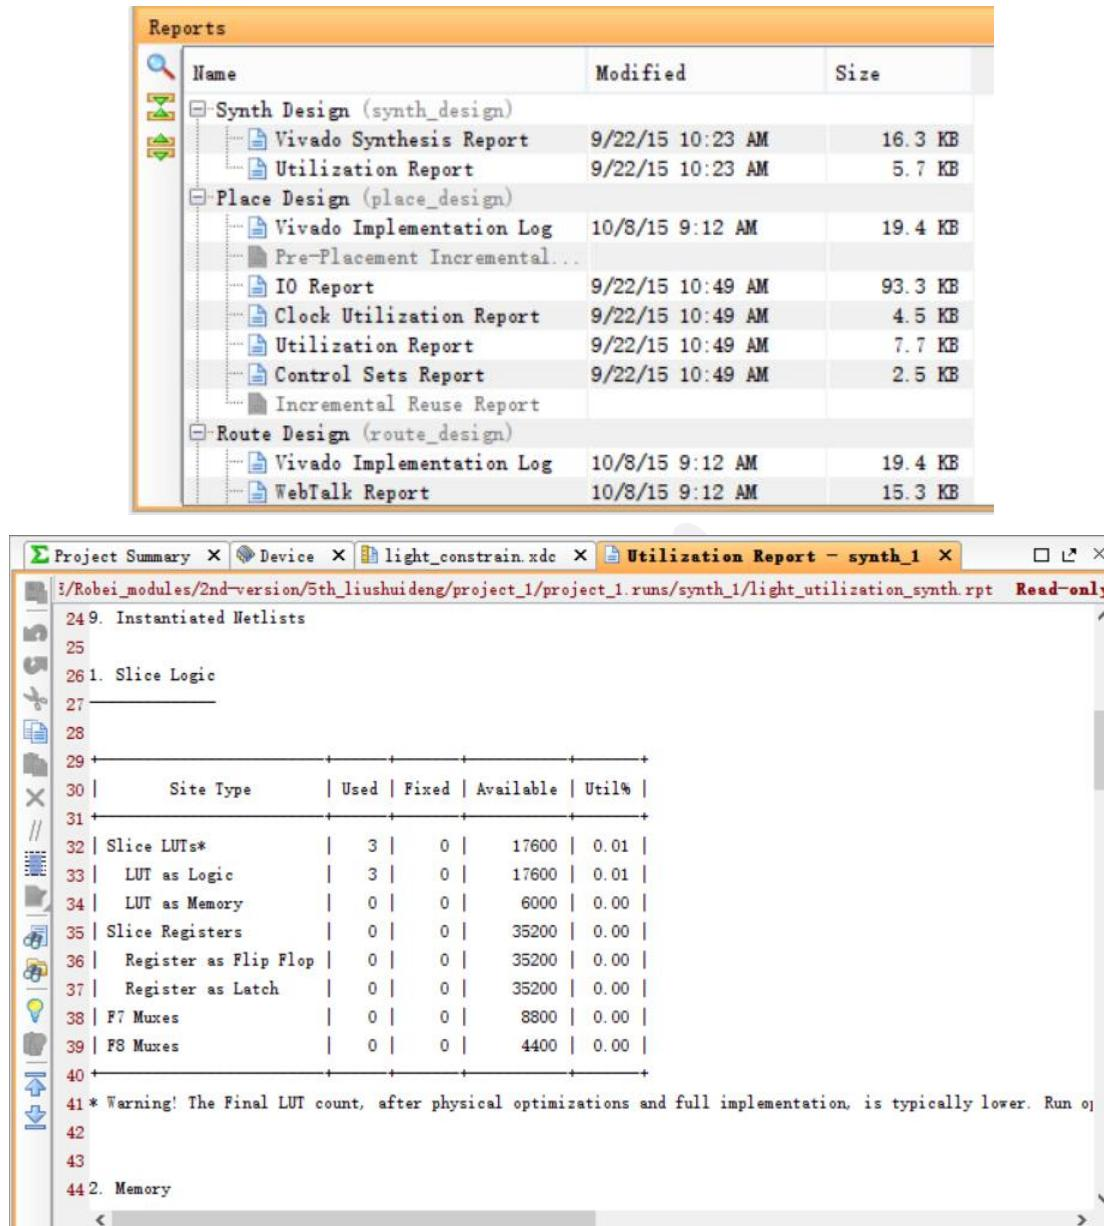

图 3-1-25 查看使用报告
(7) 在 Vivado 中，选择在底部面板中的 Reports 选项卡（如果不可见，单击窗口中的菜单栏，选择 Reports），然后双击 Place Design section 下的 Utilization Report 条目。如图 3-1-25 所示。该报告将在辅助视图窗口中显示资源利用率。注意，由于该设计是组合逻辑电路所以没有使用寄存器。